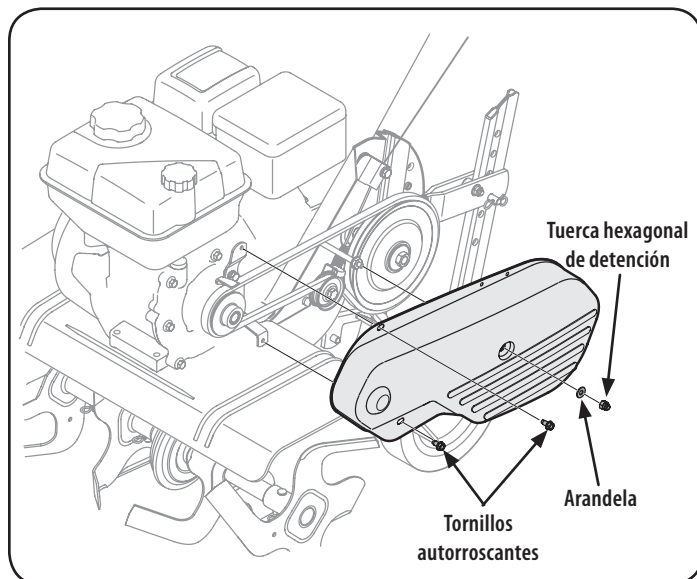

Figura 27
1. Retire la cubierta de la correa desde el lado izquierdo de la cultivadora retirando los dos tornillos autorroscantes y la tuerca hexagonal y la arandela. Vea la Figura 27.
**NOTA:** Al volver a armar, asegúrese de que el guardacorreas de la polea loca quede tal como se muestra en la Figura 27. Observe la muesca en la parte inferior del guardacorreas y la alineación cuando vuelva a armar con la correa nueva.